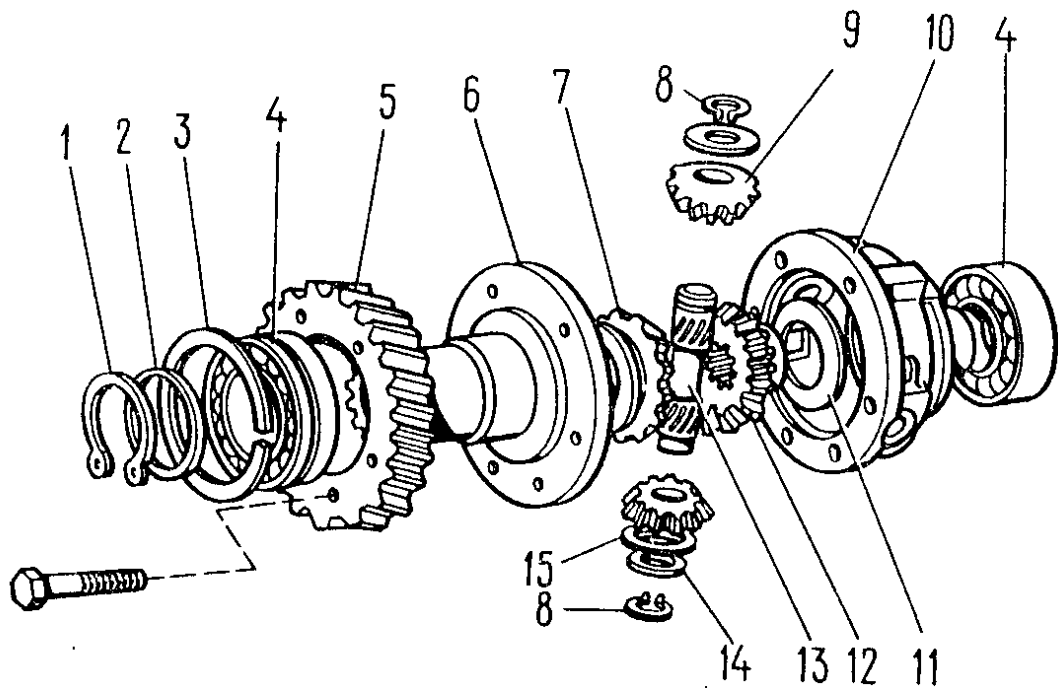

Fig. 3-45. Piezas del diferencial del reenvío:
- quitar el anillo de retención 1 (fig. 3-45) y la arandela de resorte 2 del cojinete delantero;
- quitar los anillos de retención 8 (fig.3-45), y la arandela elástica 15, seguidamente desprensar el eje de los satélites y quitar los satélites y los piñones de accionamiento de los puentes propulsores junto con las arandelas de apoyo.
Después de quitar la arandela elástica 15 (véase fig.3-45) hay que persuadirse de que los anillos de retención no tienen desplazamiento radial en las ranuras del eje 14. Caso de que se localice juego habrá que cambiar los anillos de retención.